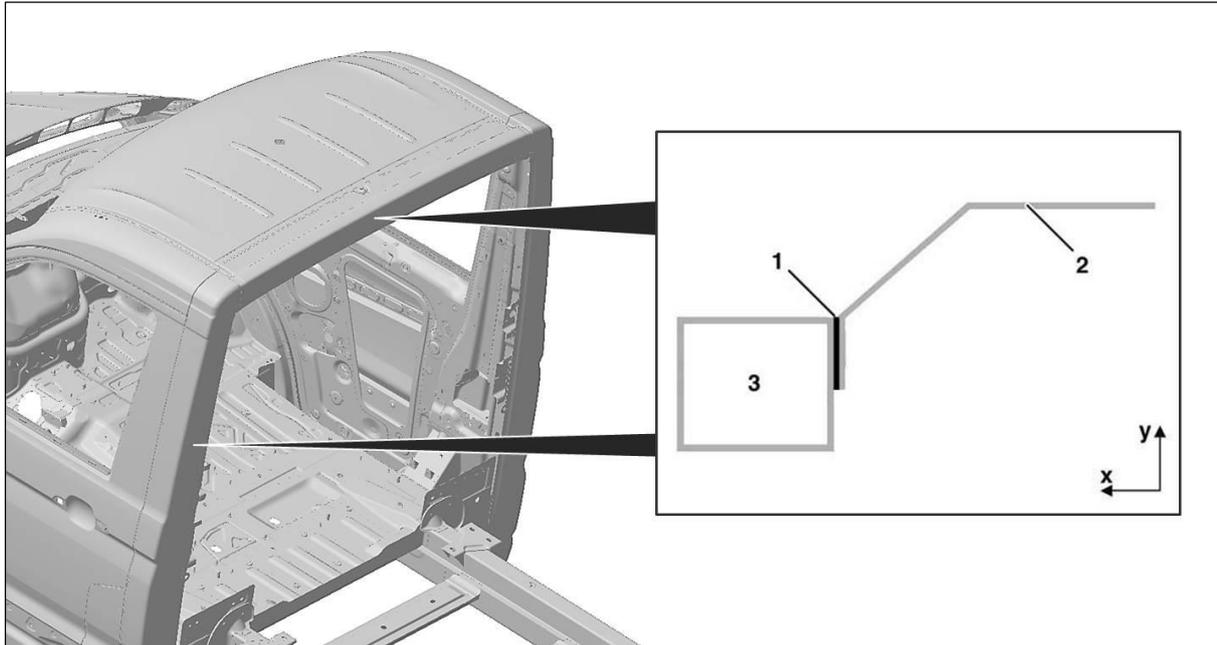

Abb.7: Anbindung Aufbau über Stehblech an B-Säule und Dachrahmen (Prinzipdarstellung!)
- Anbindung des Aufbaus an die B-Säule über ein Stehblech mit $t = 2$ mm gewinkelt mit ca. $2 \times 45^\circ$. Die Anbindung des Stehbleches muss vollflächig verklebt erfolgen (siehe Abb. 7).
- Anbindung des Aufbaus an den Dachrahmen über ein Stehblech mit $t = 2$ mm gewinkelt mit ca. $2 \times 45^\circ$. Die Anbindung des Stehbleches muss vollflächig verklebt erfolgen. (siehe Abb. 7)